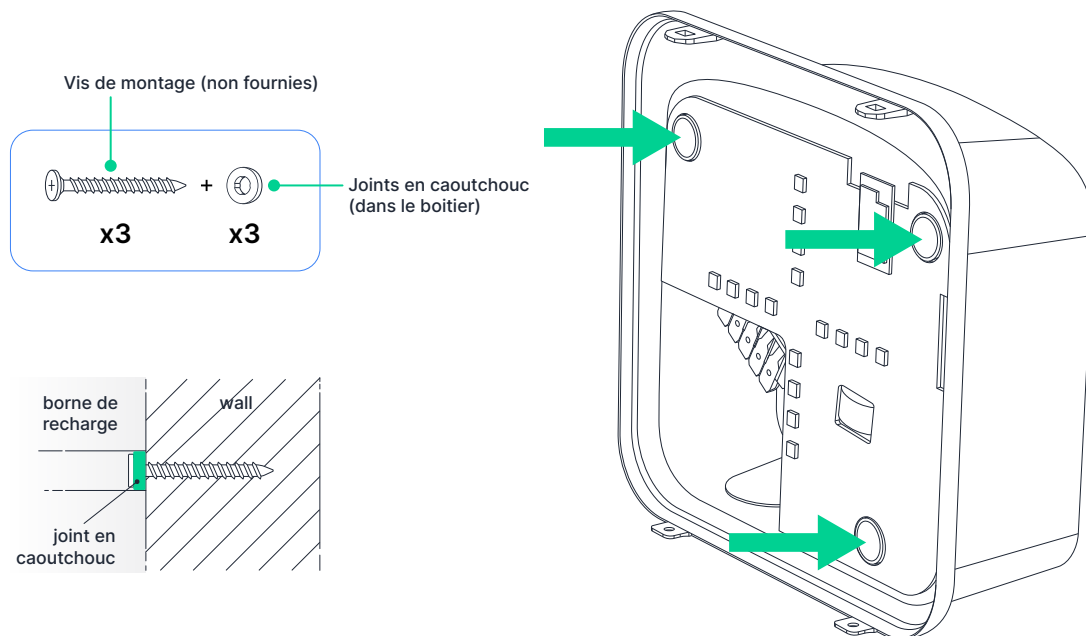

Fig. 6 - Points de fixation de la borne de recharge
5. Percez des trous dans le mur où les points de montage sont marqués. Le diamètre des trous dépend du type de vis d'ancrage utilisé. Utilisez toujours des boulons d'ancrage conçus pour la surface du mur (p. ex. brique/béton, cloison sèche, isolation en polystyrène) et suivez les recommandations du fabricant pour les boulons d'ancrage. **Les boulons d'ancrage et les vis correspondantes ne sont pas inclus. (Fig. 6 - pag. 18)**
9. Fixez le corps principal de la borne de recharge au mur en **insérant les vis avec la rondelle d'étanchéité en caoutchouc fournie à travers les points de montage** et serrez-les à la main avec un tournevis. (Fig. 6 - pag. 18)